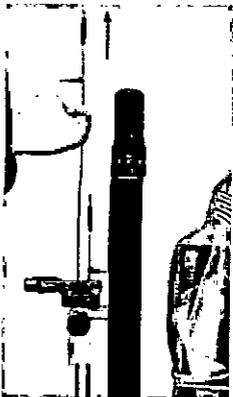

Figura 76
19. Retire todos los microelectrodos restantes. (Ver Figura 76)